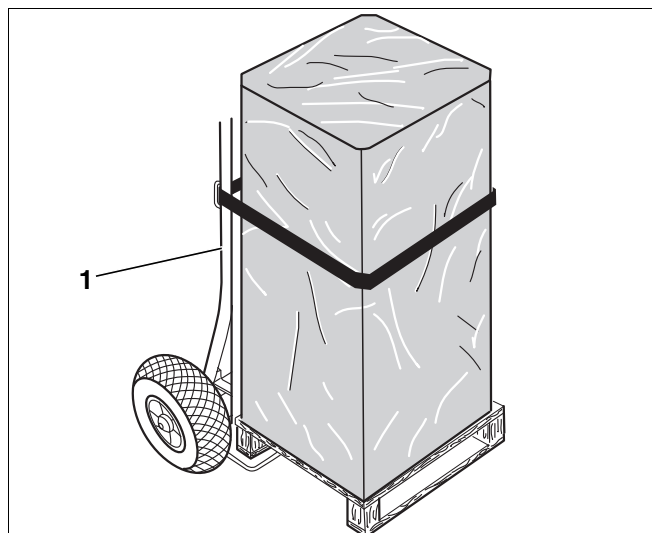

Fig. 3 Transport du préparateur d'ECS avec le chariot spécial.
- ▶ Placer le chariot spécial (fig. 3, [1]) contre la partie arrière du préparateur non déballé.